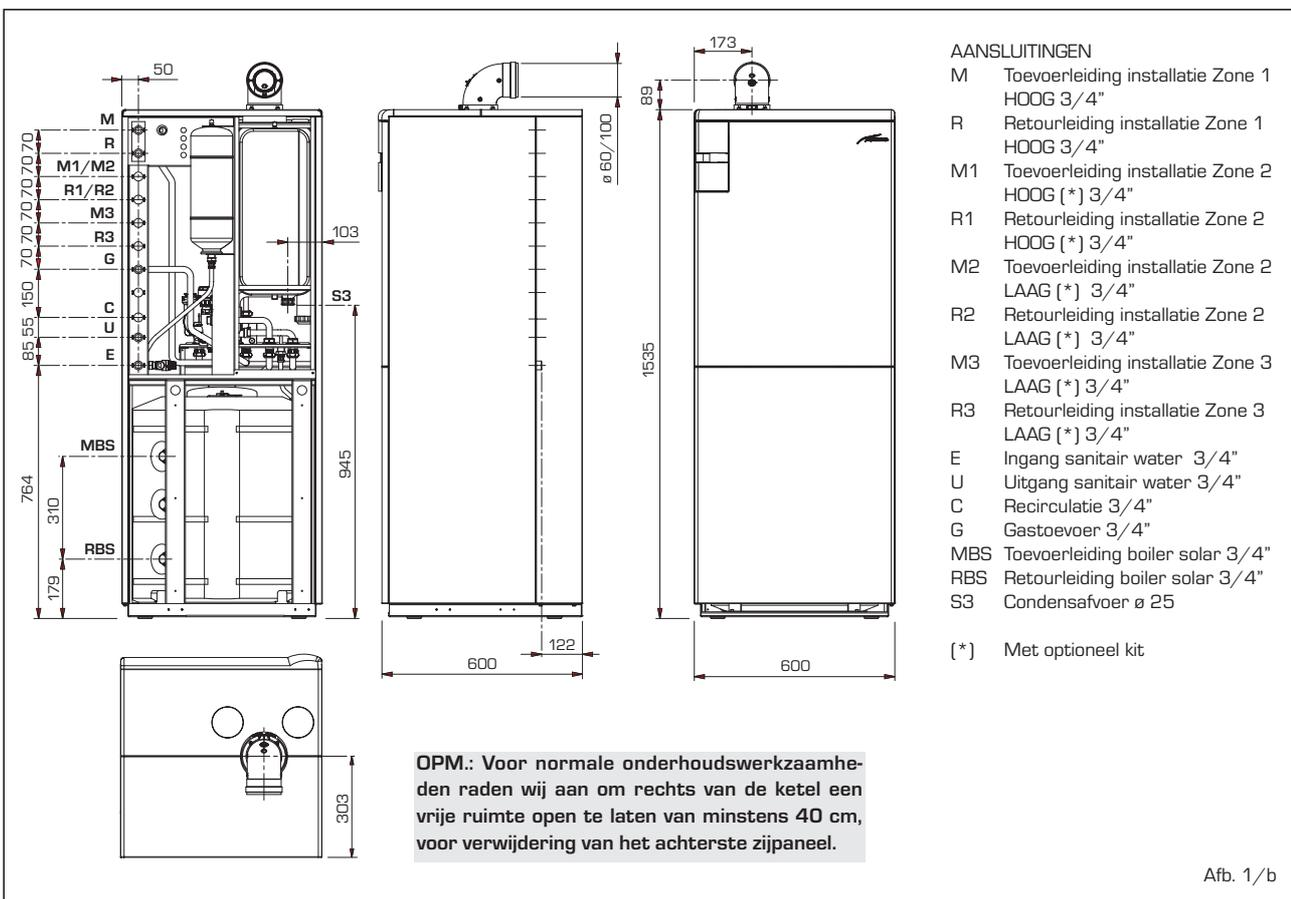

Afb. 1
1.2.1 ATLANTIS HM 30 T ErP (Afb. 1)
1.2.2 ATLANTIS HM 30/50 ErP (Afb. 1/a)